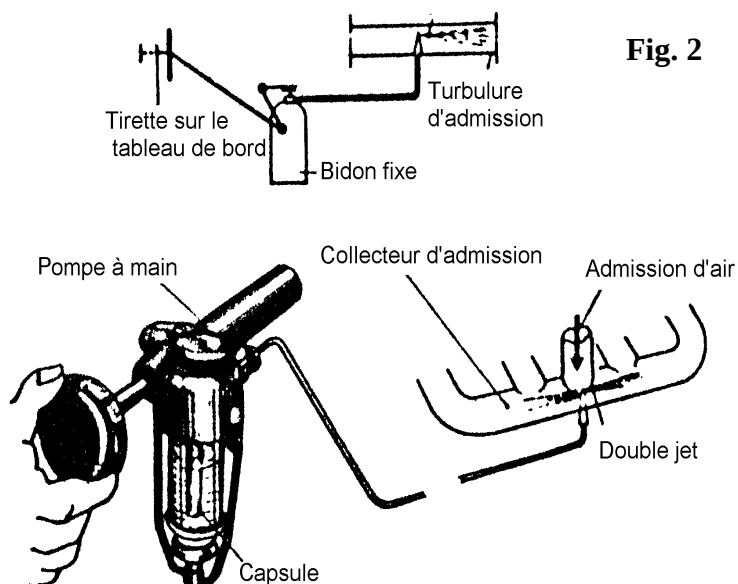

Fig. 2
- 2° En bidon actionné par une tirette fixée au tableau de bord et le jet débouchant dans la tubulure d'admission, de façon à pouvoir commander le démarreur en même temps (fig.2)